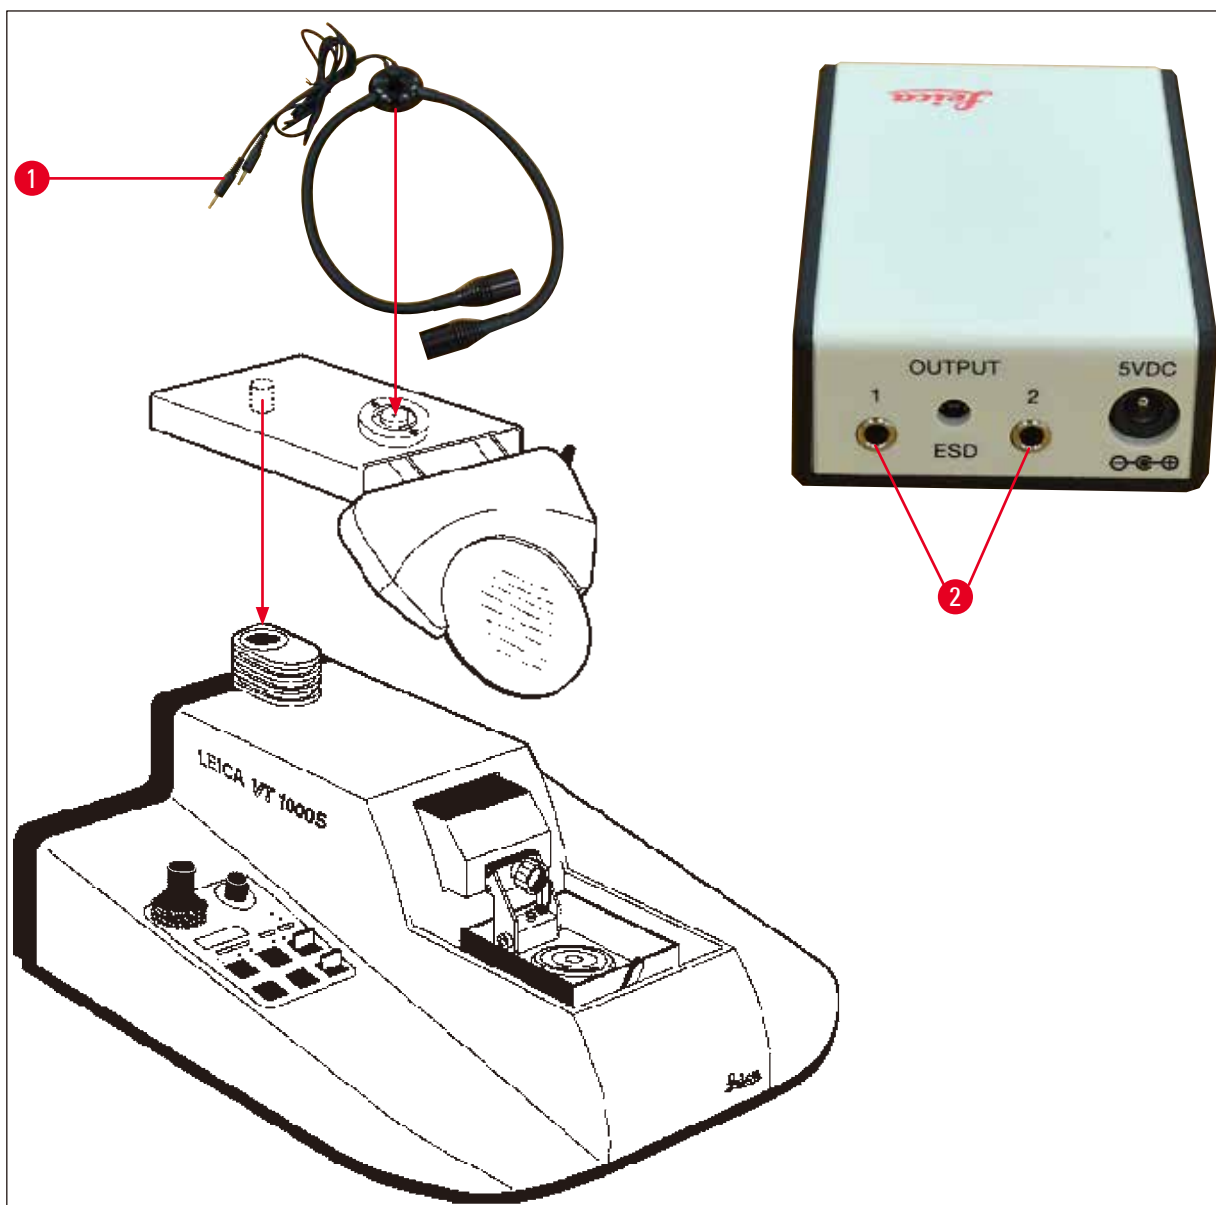

Fig. 9
7. Connectez le support de loupe au module à spots LED haute puissance, à 2 bras, comme illustré sur la (→ Fig. 9). Insérez la fiche (→ Fig. 9-1) du module à spots LED haute puissance, à 2 bras, dans la prise (→ Fig. 9-2) du module à spot haute puissance, LED 1000.